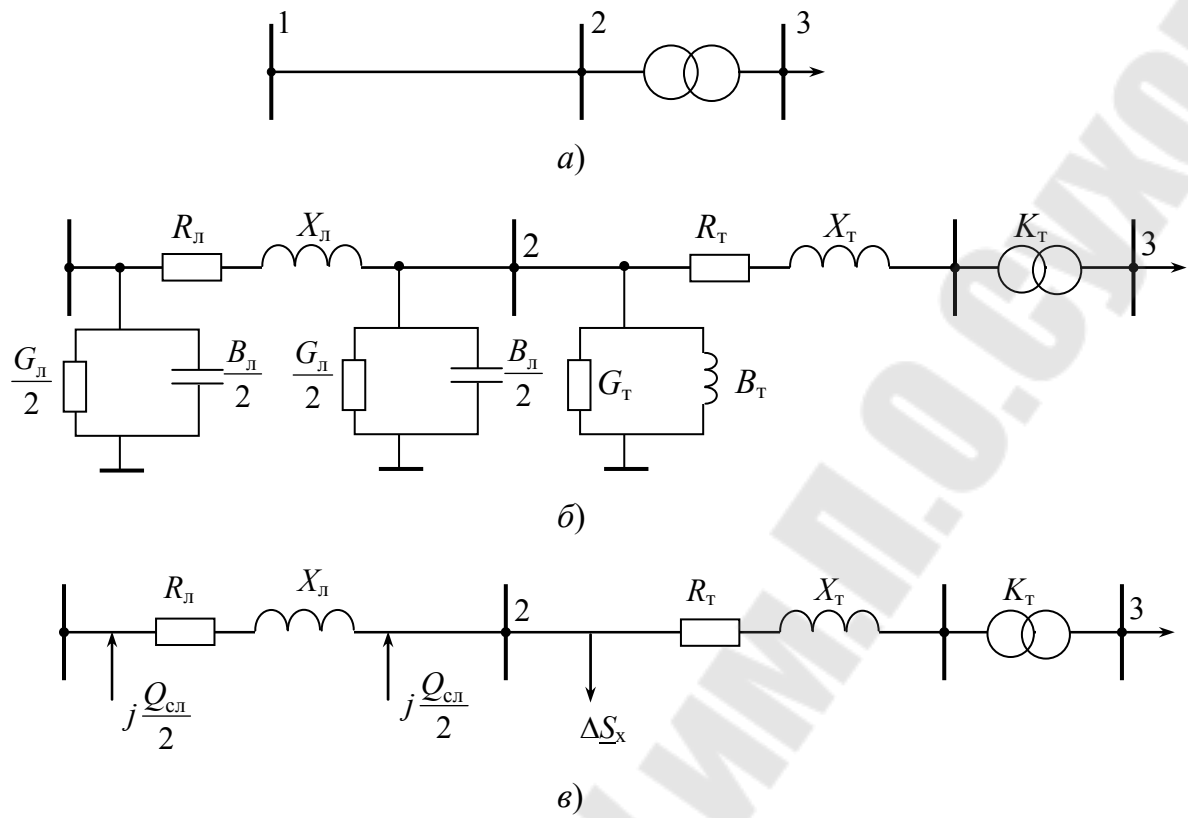

Рис. 2.9. Схемы сети:
- 2) однолинейную схему замещения с учетом эквивалентирования линий и трансформаторов (рисунок 2.9, б);
- 3) расчетную схему замещения (рисунок 2.9, в)
Найденные полные параметры нанести на схему замещения линии электропередачи и расчетную схему замещения (рис. 2.9, б, в) с учетом имеющихся параллельных цепей.
Для заданного в табл. 2.1 типа трансформатора выписать паспортные данные, определить параметры схемы замещения и расчетной схемы замещения (см. рисунок 2.9, б, в):
Найденные параметры в табличной форме сопоставить с паспортными данными и согласовать с преподавателем. Найденные параметры нанести на схемы рис. 2.9, б, в (с учетом имеющихся параллельных трансформаторов).